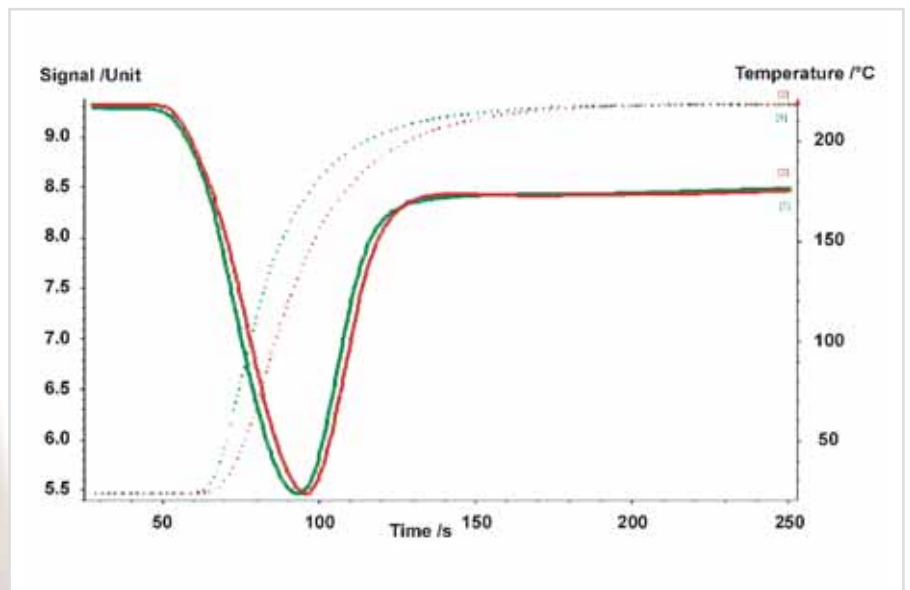

Abb. 2: Vergleich zweier Messungen bei leicht unterschiedlichen Heizkurven.
2. Vergleich zweier Messungen des selben Materials mit nahezu gleicher Temperaturrampe (Abb. 2)